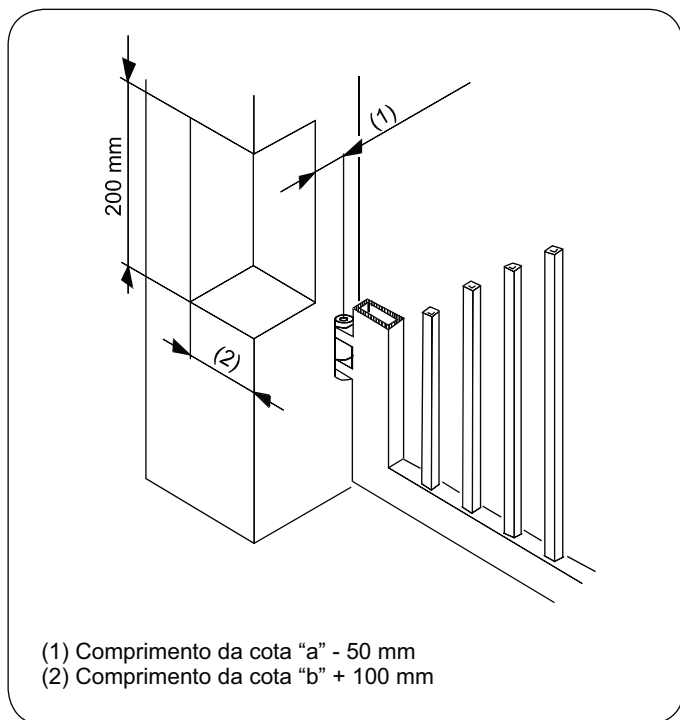

Fig. 5
- quando as dimensões do pilar ou a posição da dobradiça (cota **d**) não permitem conter a cota **a** na medida pretendida, é necessário realizar um nicho no pilar, como na Fig. 5;